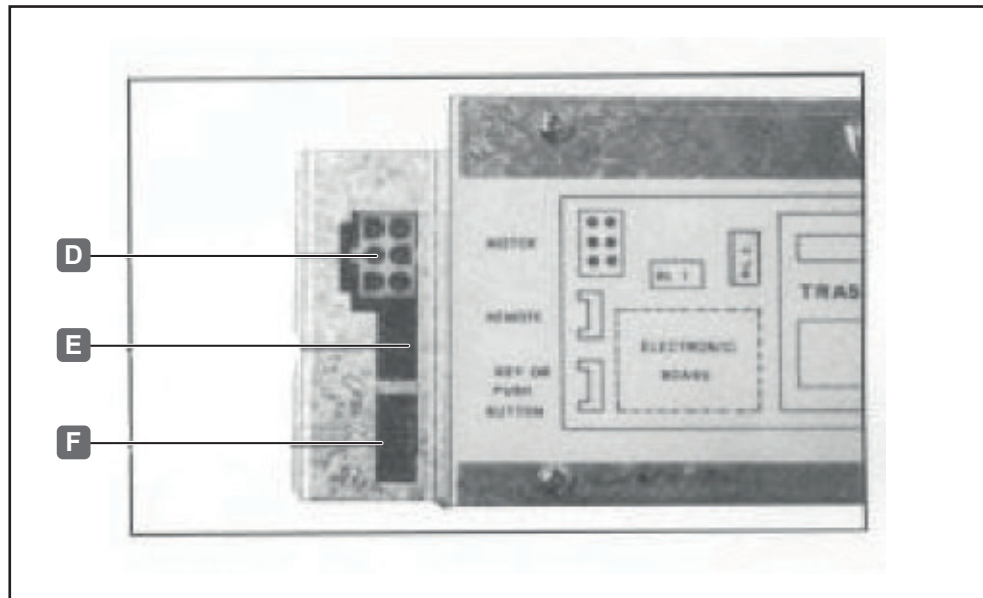

Abb.2: Anschlüsse Elektro-Hebesystem
- 2.) Stecker des Empfängers (Abb.1 / B) in die Anschlussbuchse für die Fernbedienung (Abb. 2 / E) der Elektronik des Elektro-Hebesystems stecken.